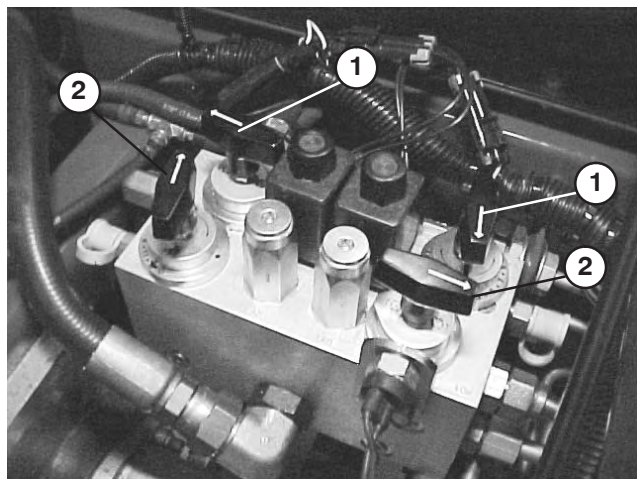

Bild 28
4. Drehen Sie zum Einstellen der Spindeldrehzahl die Handräder (Bild 28), bis die Zeiger auf die Nummern zeigen, die der gewünschten Einstellung entsprechen.